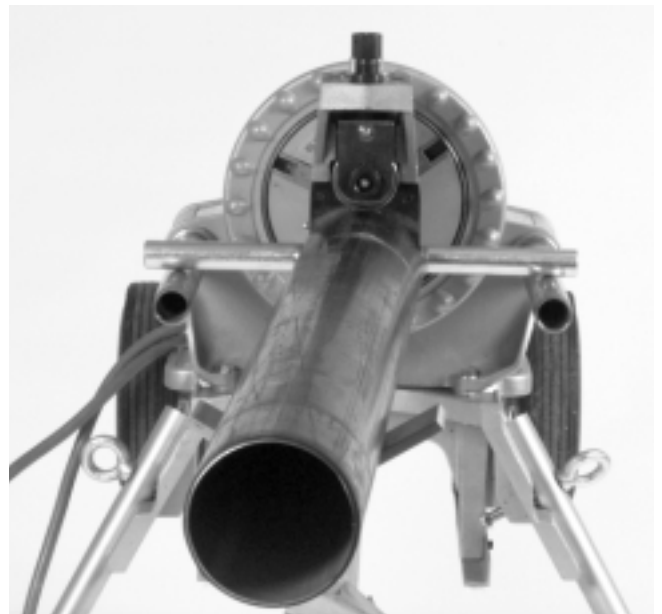

Figure 6 – Décalage du tuyau (position MARCHE ARRIERE)
NOTA ! Lors du fonctionnement en marche arrière, décalez le tuyau $\frac{1}{2}$ degré vers l'opérateur (Figure 6).
1. Si le tuyau a tendance à s'échapper du galet d'entraînement, nettoyez le galet d'entraînement et augmentez le décalage du tuyau (Figure 6).